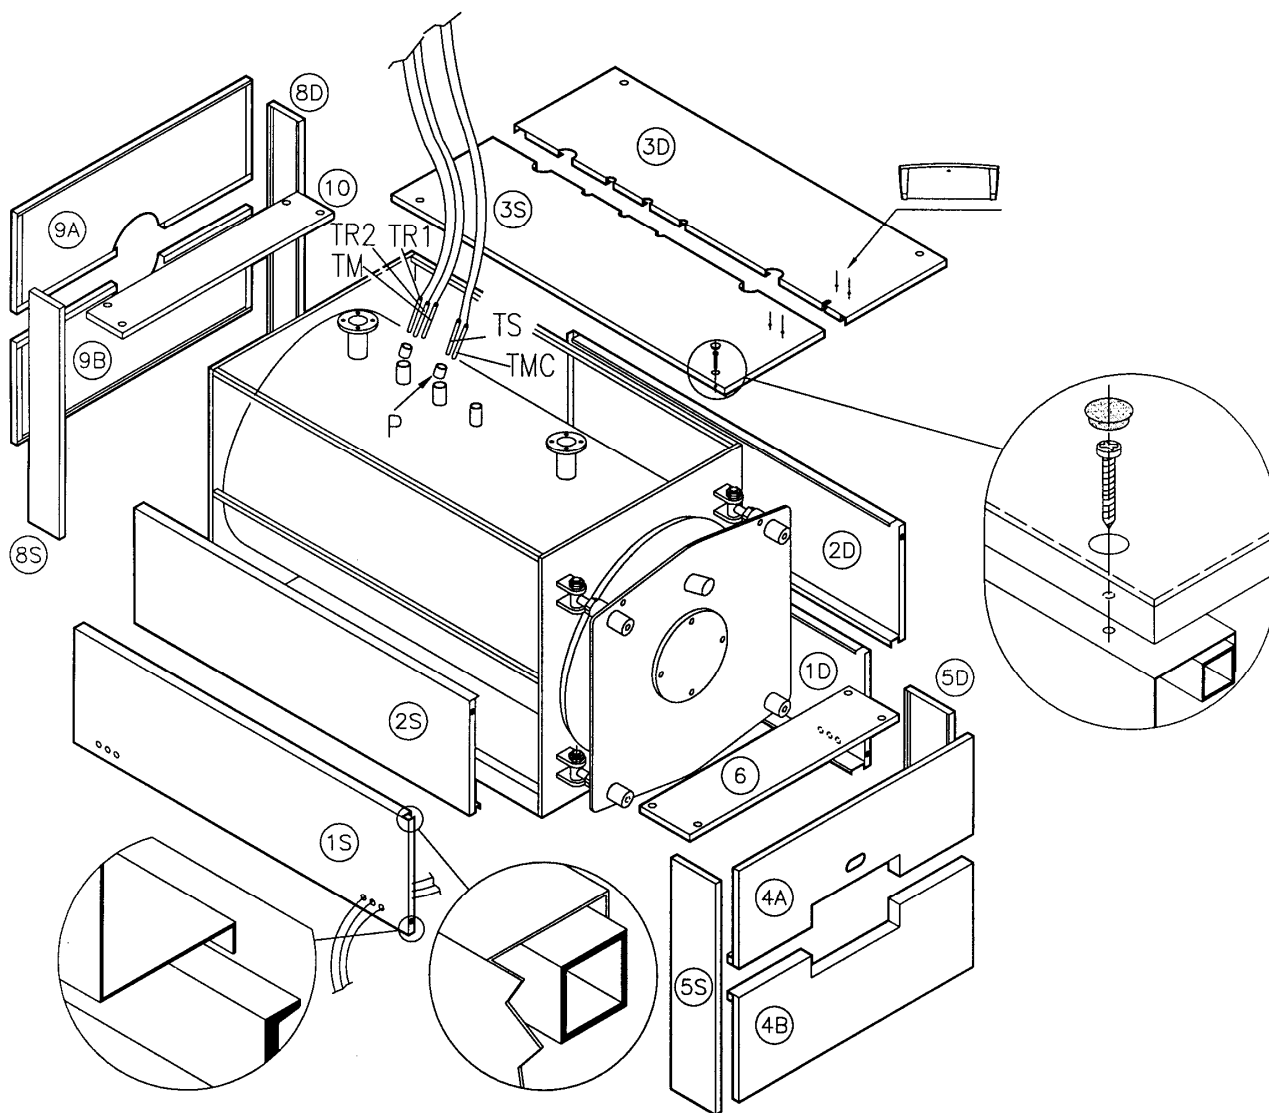

Fig. 9
4.3 RIVESTIMENTI CALDAIA REX/REX F/REX K/REX K F 50÷130 (Fig. 9)
- d) Montare il pannello superiore (3S) sulla caldaia; posizionare il quadro comando sul pannello (3S); svolgere i capillari del termometro e dei termostati e inserire i bulbi nei pozzetti (P).